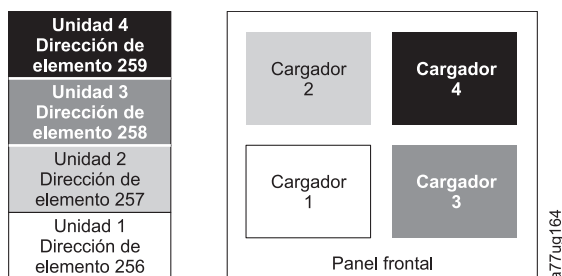

Figura 17. Configuración de un sistema con cuatro particiones
- Biblioteca lógica 1: ranura 1 a través de 23 4096 (0x1000) a través de 4118 (0x1016), como se muestra en Figura 17 en la página 29
Cuando está configurada con cuatro particiones lógicas, las asignaciones de dirección de los elementos serán las siguientes: las asignaciones DTE serán las que se muestran en Figura 17.